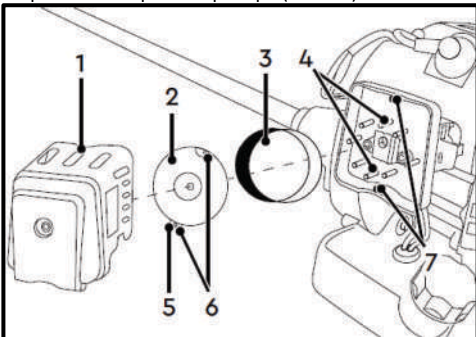

Рис. 55
- Зніміть кришку (1) корпусу повітряного фільтра з мотокоси (Рис. 55);
- Зніміть притискну пластину (2) фільтрувального елемента (3) (Рис. 55);
- Зніміть фільтрувальний елемент (3), ***залежно від моделі** – промийте його в чистій воді із милом та просушіть, або продуйте повітрям не більше 2,5 бара (замініть, якщо він пошкоджений) (Рис. 55);
- Після очищення фільтруючого елемента (3), встановіть його в корпус повітряного фільтра, розташувавши за кронштейнами (4) (Рис. 55);
- Розташуйте притискну пластину (2) фільтрувального елемента (3) виступаючою частиною (5) донизу (Рис. 55);
- Встановіть притискну пластину (2) отворами (6) на кронштейни (7) (Рис. 55);
- Встановіть кришку (1) корпусу повітряного фільтра на мотокоосу (Рис. 55);